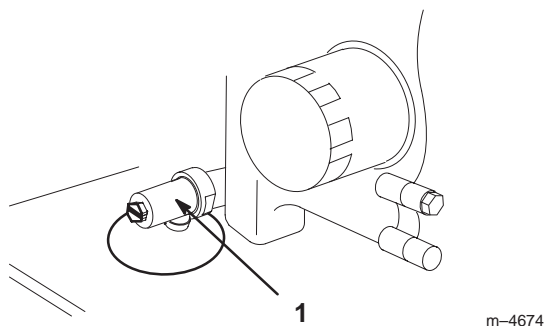

Bild 39
3. Stellen Sie eine Auffangwanne unter die Ölablassschraube. Öffnen Sie das Ventil entweder mit einem Flachsraubenschlüssel, einem 3/8"-Schlüssel oder einem Schlüssel 10 mm (Bild 39).
4. Drehen Sie das Ventilende im Uhrzeigersinn, um das Ventil zu schließen. Drehen Sie das Ventilende entgegen dem Uhrzeigersinn, um das Ventil zu öffnen (Bild 39).
5. Schließen Sie das Ablassventil, sobald alles Öl abgelaufen ist (Bild 39).